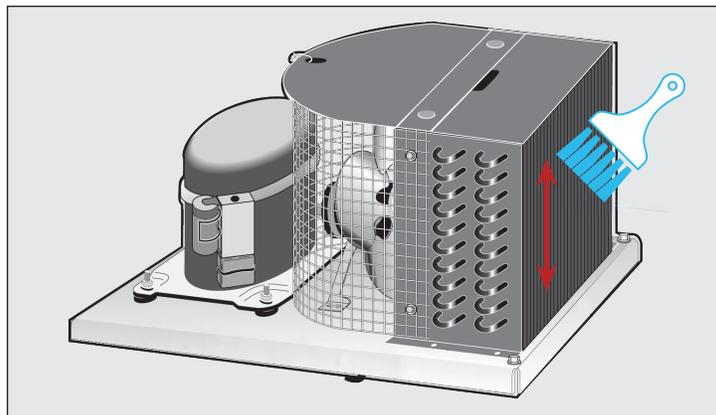

Рис. 2. Щеткой с жесткой щетиной удалить накопившуюся грязь со змеевика конденсатора.
3. Щеткой с жесткой щетиной тщательно очистить передние ребра змеевика конденсатора от накопившейся грязи. См. рис. 2.